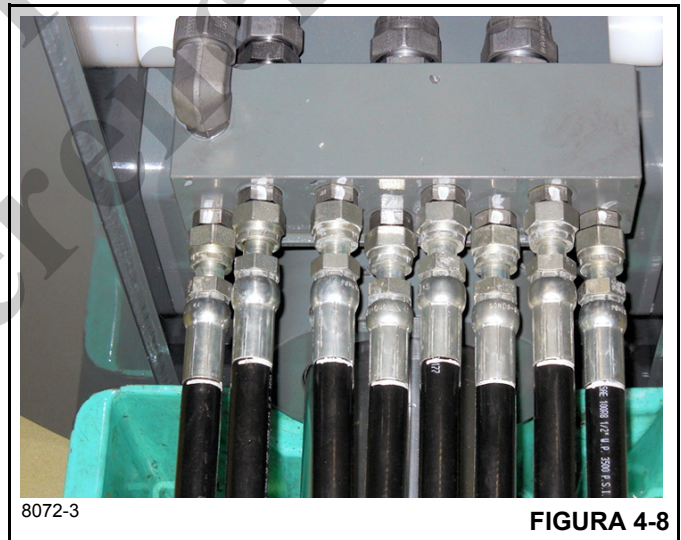

FIGURA 4-8
16. Conecte las dos líneas triples y una línea doble del carrete de manguera al cilindro telescópico inferior, como se marcaron antes del retiro (Figura 4-8).